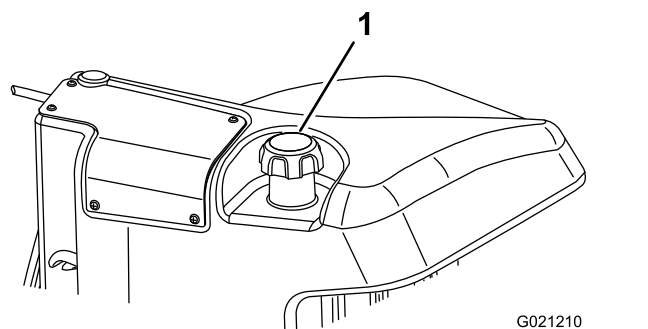

Figura 13
3. Retire a tampa do depósito de combustível (Figura 13).